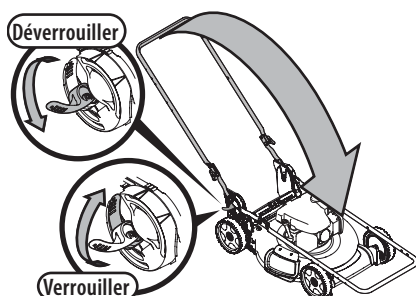

Figure 37
3. Abaissez les deux leviers de réglage pour les déverrouiller (Figure 37).
4. Rabattez le guidon pour ranger la tondeuse (Figure 37).
5. Relevez les deux leviers de réglage pour les verrouiller (Figure 37).
2. Pour déplier le guidon, déverrouillez les deux leviers (voir l'encadré de la Figure 37) et suivez les étapes 5 à 8 de la section Guidon rabattable (rangement vertical) à la 56 du chapitre Mise en place.